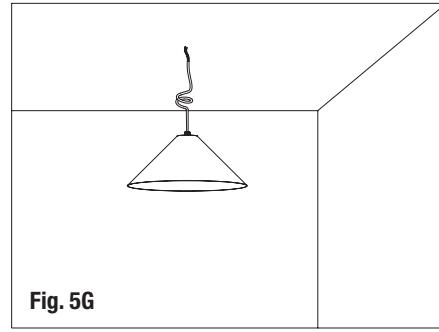

Fig. 5G
- Secure the face ring using a knurled nut (Fig. 5G).
- Fixez la bague frontale à l'aide d'un écrou moleté (Fig. 5G).